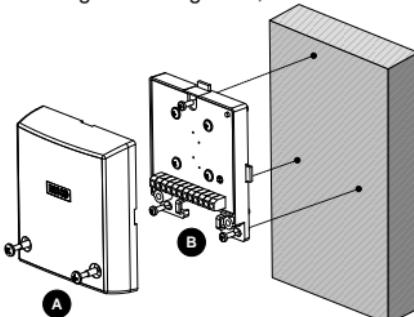

Figure 1: Montage du détecteur directement sur une surface métallique
- Retirer les vis de fixation du couvercle et séparer le couvercle de la base, voir Figure 1(A) / 2(B).
Montage direct sur une surface métallique (Figure. 1)
- c. Monter le détecteur à l'aide des vis de fixation fournies, voir Figure 1(B).
- Replacez le couvercle et serrez les vis de fixation du couvercle; voir Figure 1(A)/2(B).